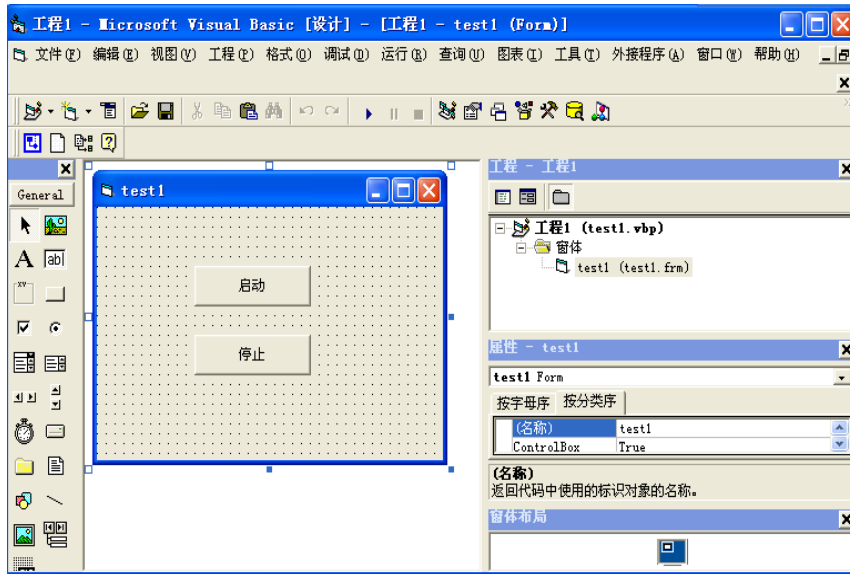

图 6.3 修改对话框 (VB)
- 2) 打开 Visual Basic 6.0，新建一个“标注 EXE”工程，在对话框上添加按钮“启动”和“停止”，并将其名称分别修改为“CB_Start”和“CB_Stop”，如图 6.3 所示。